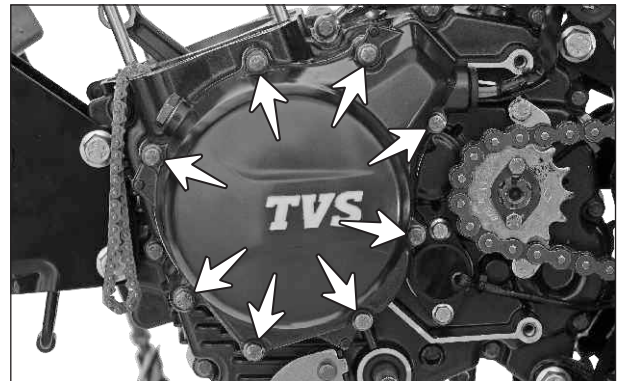

Fig. 3.110
- Retire los 8 tornillos hexagonales (M6x30) de la tapa volante y retire la tapa volante golpeando suavemente con un martillo de nailon. (Fig. 3.110)